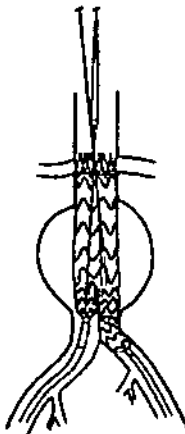

Figura 14. Despliegue de la extensión de rama contralateral.
- Continuar el despliegue de la extensión de rama hasta que la extensión de rama esté completamente desplegada. Confirmar que la punta de la vaina esté en posición distal con respecto a las bandas de marcadores del extremo distal de la endoprótesis (Véase figura 14).